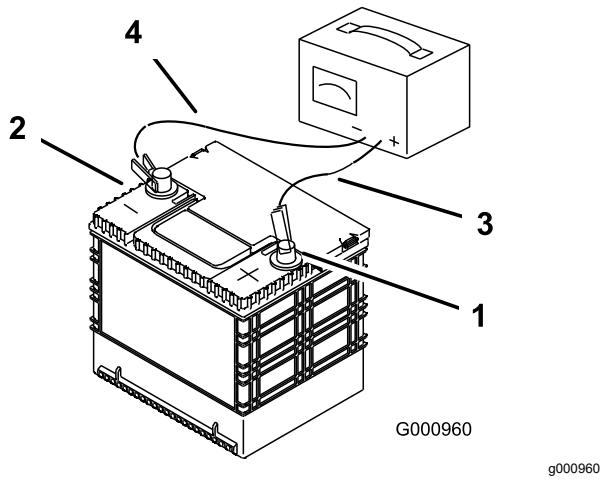

Рисунок 44
- После полной зарядки аккумулятора отсоедините зарядное устройство от электророзетки, а затем отсоедините провода зарядного устройства от штырей аккумулятора (Рисунок 44).